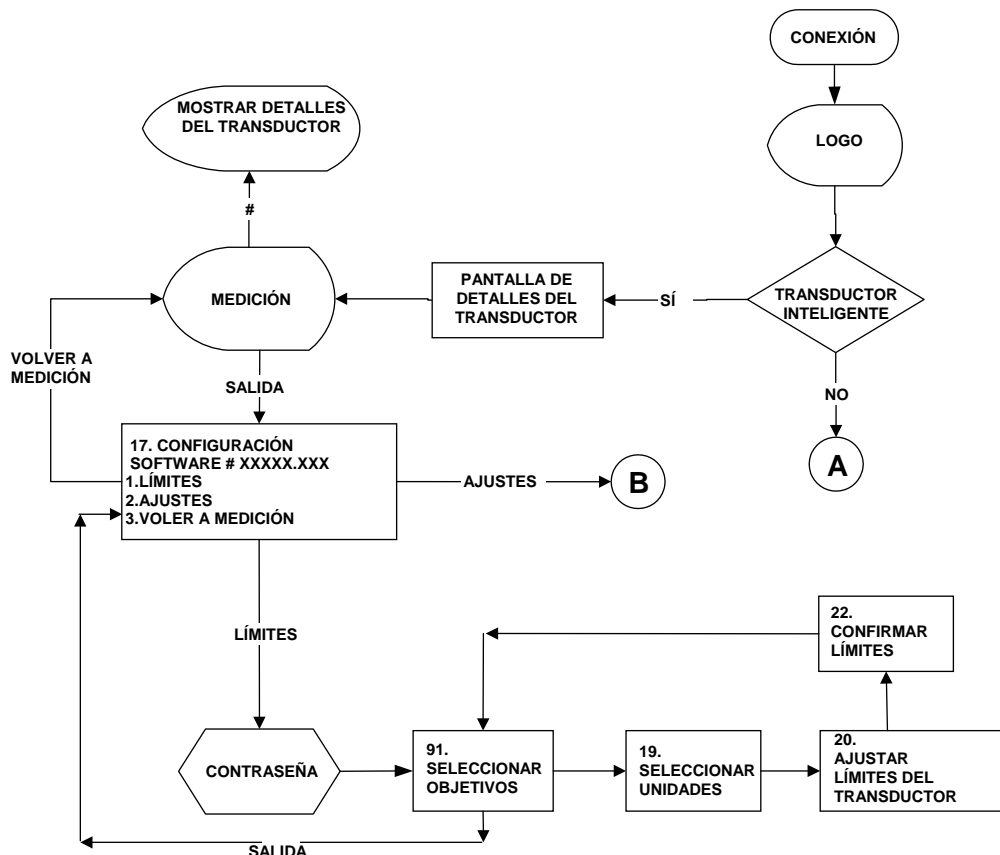

Ilustración 8 - Diagrama de flujo del controlador de herramientas
7.2 El controlador de la herramienta seguirá el diagrama de flujo que muestra la Ilustración 8. Para los transductores “inteligentes”, el controlador de la herramienta procederá al paso “Measure” (Medición). Para los transductores “no inteligentes”, el controlador de la herramienta mostrará “CONNECT TRANSDUCER” (“CONECTAR TRANSDUCTOR”). Pulse “Enter” para introducir los detalles del transductor, tal como se muestra en la Ilustración 9.
7.4 Pulse 1 en el controlador de la herramienta para establecer los límites. Hay 12 valores objetivo disponibles en el controlador de la herramienta, cada valor objetivo puede establecerse para un valor de interrupción (véase la Ilustración 8).